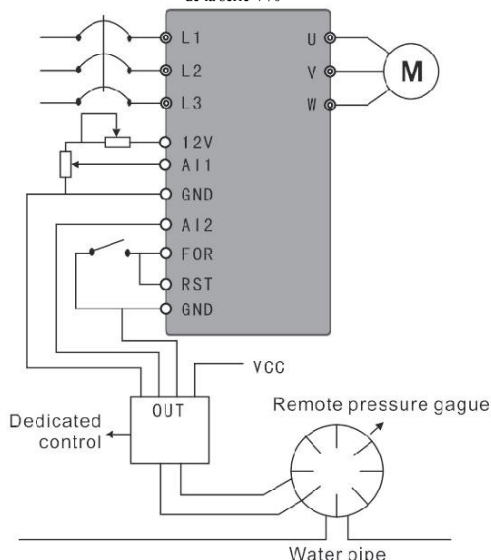

Figura F-6 Suministro de agua a presión constante – Manómetro remoto
(2) Utilice un manómetro remoto de 0-10 kg; si es necesario, utilice un terminal externo para controlar el funcionamiento y la parada, y ajuste el valor objetivo mediante un potenciómetro. Tal y como se muestra en la figura F-6.